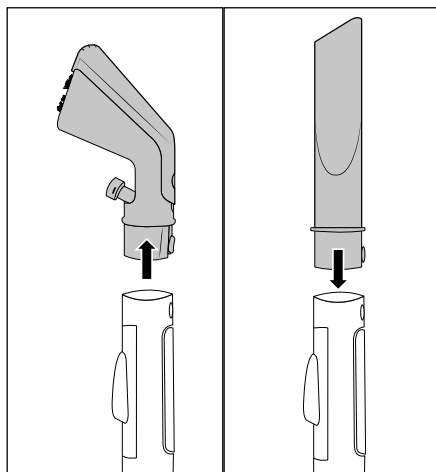

Fig. 8
- ◆ Pressione o botão de bloqueio 25/32 e retire o bocal para estofos 22 ou o bocal para frestas 24 da mangueira de pulverização/ aspiração 19 (ver fig. 8).